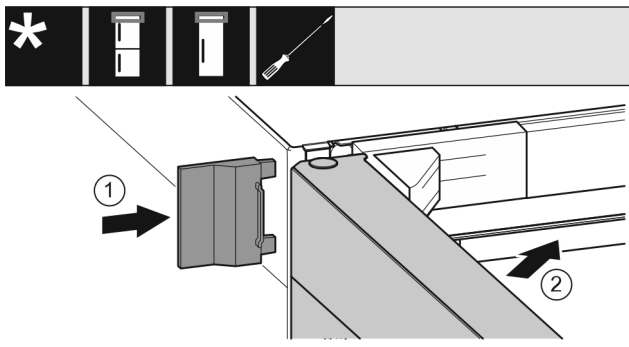

Fig. 21
- ▶ Buitenste afdekking erop schuiven. Fig. 21 (1)
- ▶ Bovenste deur sluiten. Fig. 21 (2)